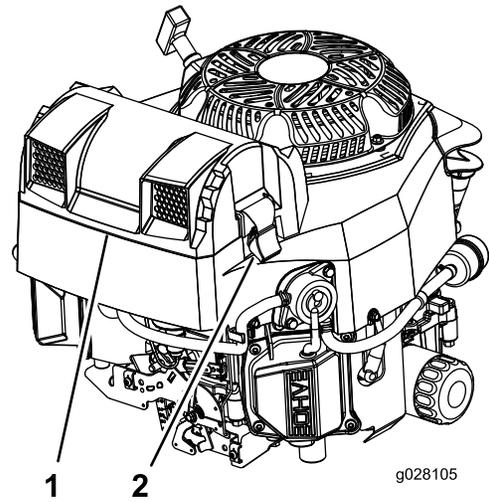

Figura 44
3. Abra los cierres del limpiador de aire y tire de la tapa de la entrada de aire para separarla del cuerpo del limpiador de aire (Figura 44).
5. Instale la tapa de la entrada de aire y sujétela con los enganches (Figura 44).